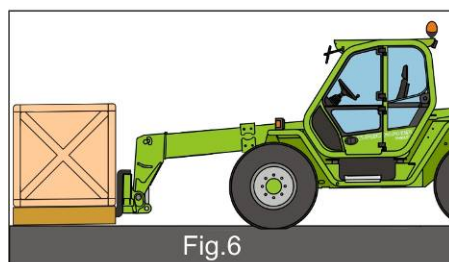

Fig.6
- estendere il braccio, portare le forche sotto il carico e sollevarlo di alcuni centimetri (Fig.6)